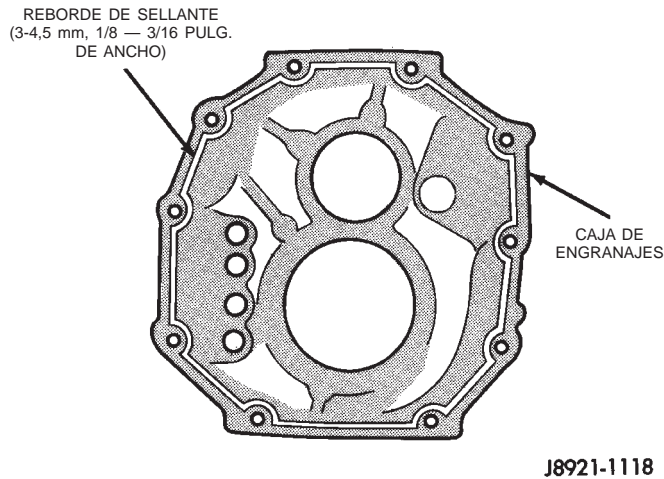

Fig. 36 Aplicación de sellante a la caja de engranajes de la transmisión
(2) Aplique un reborde de 3 a 4,5 mm (1/8 a 3/16 de pulgada) de ancho de Threebond® Liquid Gasket TB1281, N/P 83504038, como se indica, asegurándose de mantener el reborde de sellante fuera de los orificios de los pernos (Fig. 36).